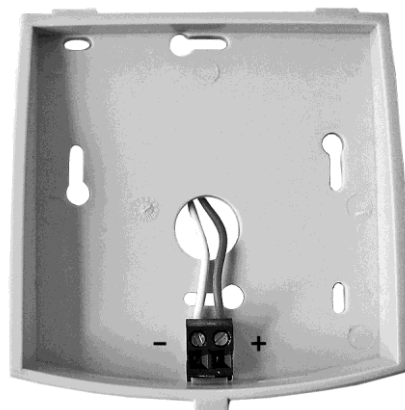

Fig. 111: collegamento dell'elemento di regolazione ambiente
1. Collegare il cavo al morsetto bipolare dell'elemento di regolazione ambiente, osservando la corretta polarità (vedere la → fig. 111).